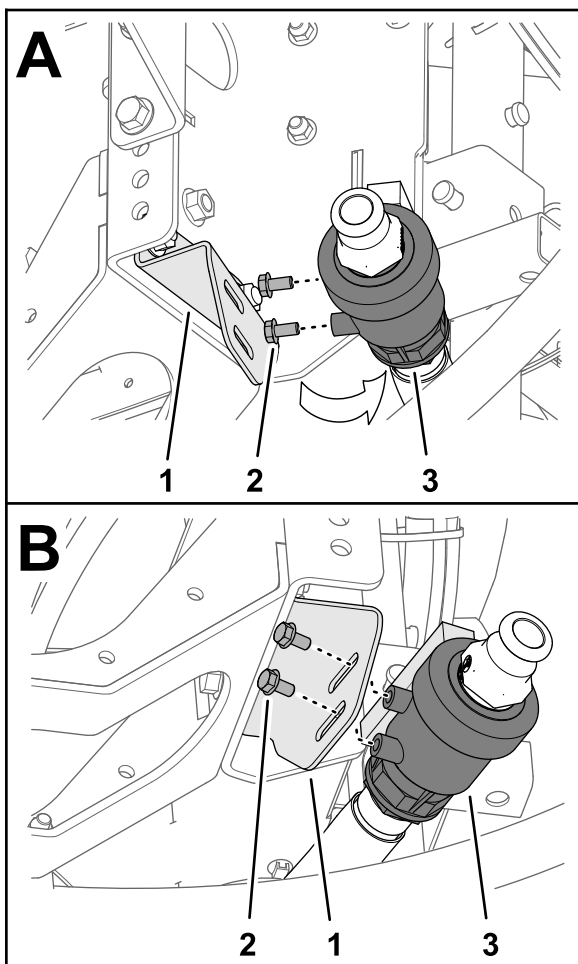

Figura 14
3. Demontai cele 2 uruburi cu guler (5/16 x 5/8") din carcasa robinetului de evacuare (Figura 14).